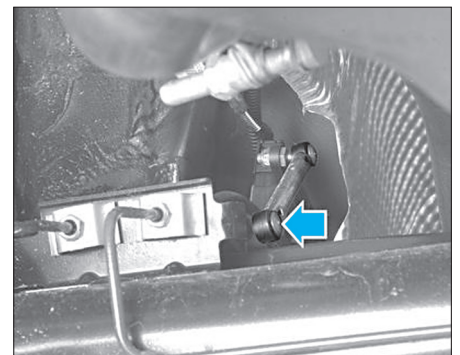

FIG. 18
- Si monté, déclipper l'extrémité inférieure des biellettes des capteurs de position des projecteurs au xénon (fig. 18).